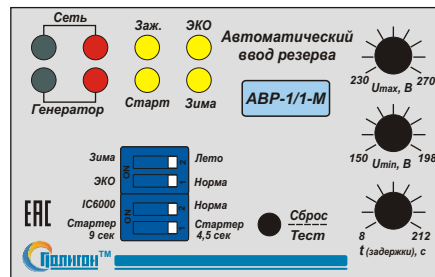

Рис. 1. Внешний вид блока «АВР-1/1-М»
3.2. На передней панели блока индикаторы состояния сети, работы генератора и индикаторы состояния реле, регуляторы  $U_{max}$ ,  $U_{min}$ , времени задержки, кнопка сброса ошибки генератора / запуска теста генератора, переключатели режимов (Рис. 1).